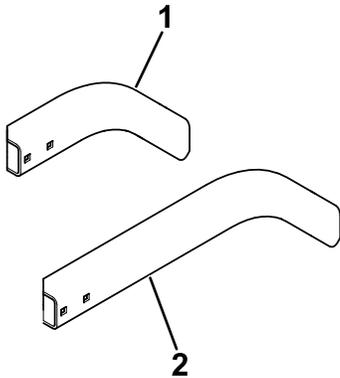

Figura 19
- **Modelo 31980:** Sujete el soporte largo derecho (Figura 19) al soporte derecho usando 2 pernos de cuello cuadrado (5/16" x 3/4") y 2 tuercas con arandela prensada (5/16").
- **Modelo 31981:** Sujete el soporte corto derecho (Figura 19) al soporte derecho usando 2 pernos de cuello cuadrado (5/16" x 3/4") y 2 tuercas con arandela prensada (5/16").